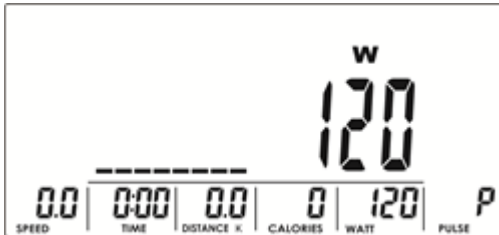

Abbildung 15
2. Benutzen Sie den UP/DOWN Drehregler zum einstellen der Ziel Watt. (Standardeinstellung: 120) (Abb. 15). Bestätigen Sie durch drücken der MODE/ENTER Taste.